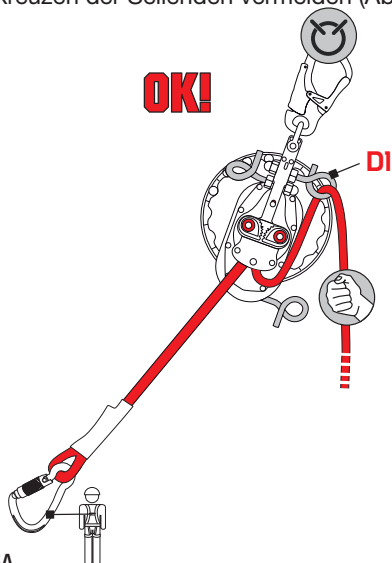
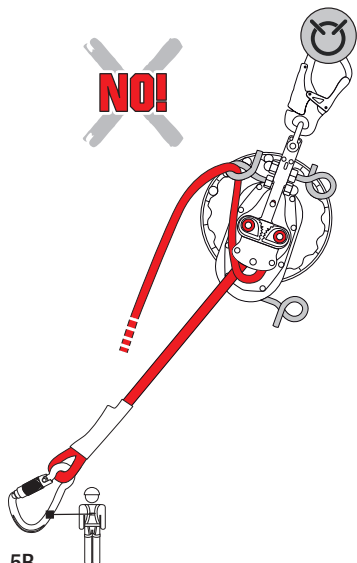

Abb. 5A
Abb. 5B
- das freie Seil in die Anschlagöse (D1) einlegen und festhalten (Abb. 5a), dabei ein Überkreuzen der Seilenden vermeiden (Abb. 5b),